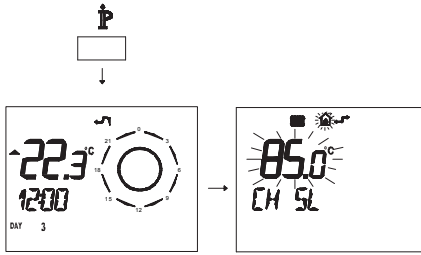

Figura 5.34
- Premere per più di 3 secondi il pulsante  para per entrare in modalità **INFO** (Figura 5.34).